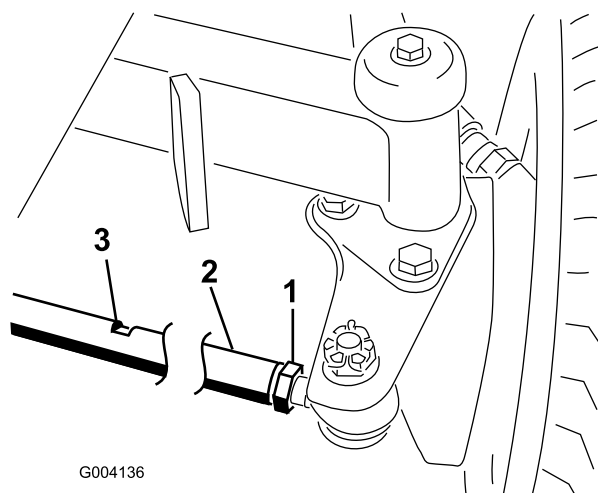

Figura 93
2. Desaperte a porca de bloqueio em cada extremidade da barra de direção (Figura 93).